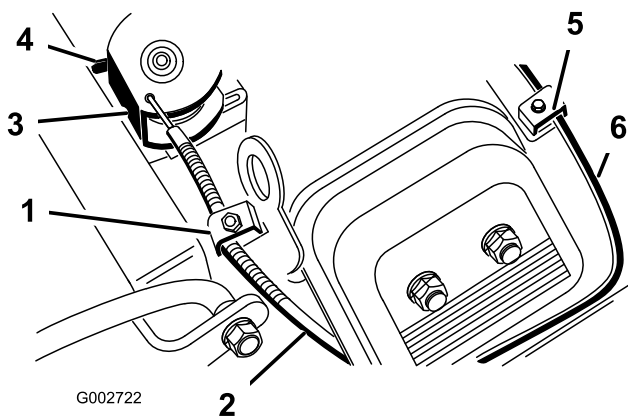

Figura 28
- Afloje el tornillo de la abrazadera que fija el cable al motor (Figura 28).
4. Tire firmemente del cable del acelerador hasta que la parte trasera del pivote entre en contacto con el tope (Figura 28).
2. Afloje el tornillo de la abrazadera que fija el cable al motor (Figura 28).
4. Tire firmemente del cable del estarter (Figura 28) hasta que la palomilla esté cerrada del todo, luego apriete el tornillo de la abrazadera.